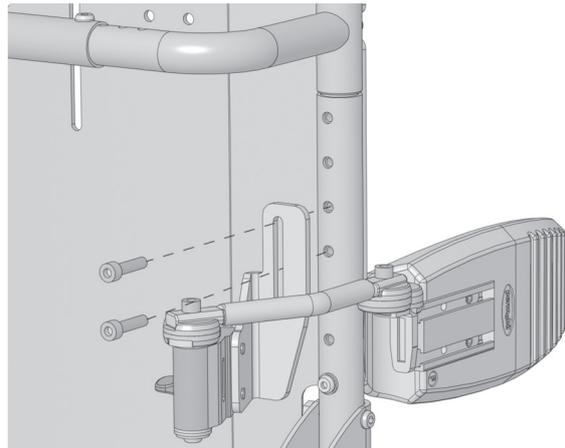

Bild 13. Montering av bålstöd på PS Jr.
2. **PS Jr:** Montera bålstödet på ryggstödet med hjälp av de medföljande skruvarna (M6x25), se bild 13.